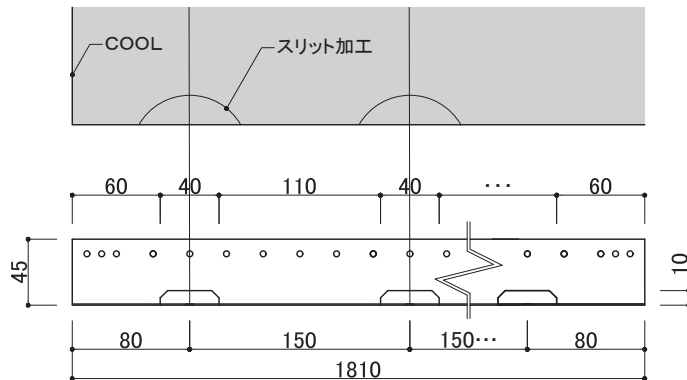

図1 スリット加工部用スターター寸法図
- COOL下端はスリット加工をおこなうため、スリット加工部用スターター(KE150A)のツメピッチに合わせ、スリット加工位置を墨出ししてください。(図1参照)